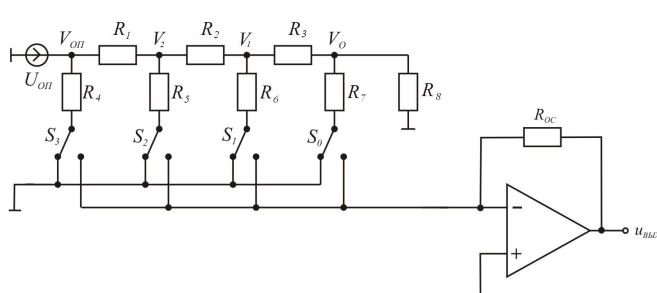

Рис.1. Схема ЦАП с матрицей постоянного импеданса
- Руководствуясь принципиальной схемой (рис.1), соберите схему ЦАП.